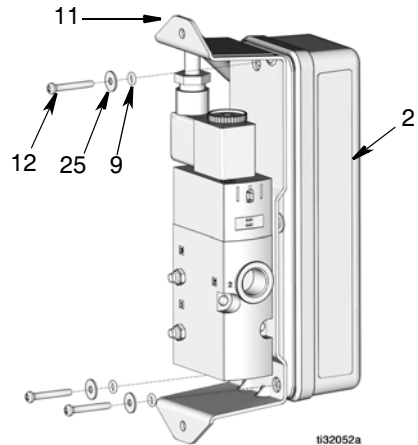

FIG. 26
5. Remova os três parafusos (12), arruelas (25) e O-Rings (9) fixando o suporte do PAC (11) ao gabinete (2) (FIG. 26).